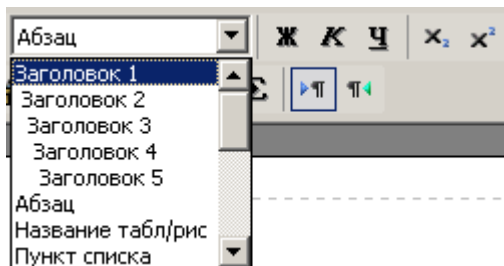

Рис. 3.46
2. На инструментальной панели **Формат** откройте выпадающий список стандартных стилей (Рис. 3.46).